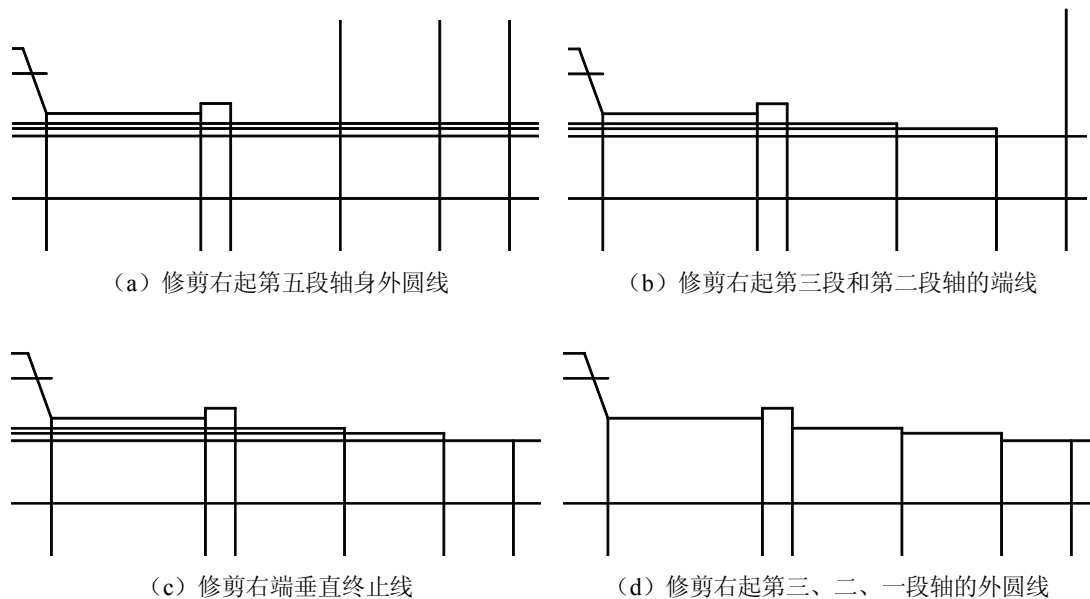

图 11-26 修剪外圆线
- (1) 使用修剪工具，修剪轴身（右起第五段轴）外圆线。结果如图 11-26 (a) 所示。
- (2) 使用修剪工具，修剪右起第三、二段轴的端线。结果如图 11-26 (b) 所示。
- (3) 使用修剪工具，修剪右端垂直终止线。结果如图 11-26 (c) 所示。
- (4) 使用修剪工具，修剪右起第三、二、一段轴外圆线。结果如图 11-26 (d) 所示。